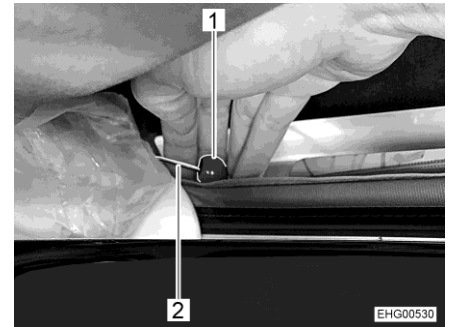

Fig. 34 Sbloccaggio di emergenza
- Tirare il pulsante rosso (Fig. 34,1) della fune (Fig. 34,2) sui due lati.